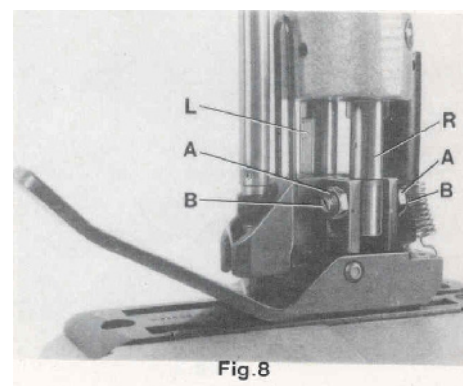

Fig. 8
Remove the needle and rotate the pulley until the feed dog is below the throat plate. Depress the presser foot lifter lever and insert the presser foot in the two presser bars (L and R, Fig. 8). The right presser bar (R) should only engage with its pivot in the groove of the presser foot shank.
Loosen the two lock nuts (A, Fig. 8) and align with the two set screws (B), the needle slot in the presser foot with the needle slot in the throat plate. Secure this setting with the two lock nuts (A). Note: The two set screws (A) should just contact the pivot of the right presser bar (R) but not be tightened. Now tighten the two set screws left in the presser foot shank on the left presser bar. Insert the needle.
Entfernen Sie die Nadel und drehen Sie an der Riemenscheibe bis der Transporteur unter der Stichplatte steht. Drücken Sie den Drückfuß-Lifterhebel und setzen Sie den Drückfuß in die beiden Drückfußstangen (L und R, Fig. 8) ein. Die rechte Drückfußstange (R) darf nur mit dem Zapfen in die Nut der Drückfußnabe eingreifen.
Lösen Sie die beiden Kontermuttern (A, Fig. 8) und richten Sie mit den beiden Gewindestiften (B) das Stichloch im Drückfuß zum Stichloch der Stichplatte aus. Sichern Sie diese Einstellung mit den beiden Kontermuttern (A). Beachten Sie: Die beiden Gewindestifte (A) sollen am Zapfen der rechten Drückfußstange (R) gerade anliegen aber nicht drücken. Ziehen Sie jetzt die beiden Gewindestifte links in der Drückfußnabe auf der linken Drückfußstange an. Setzen Sie die Nadel wieder ein.